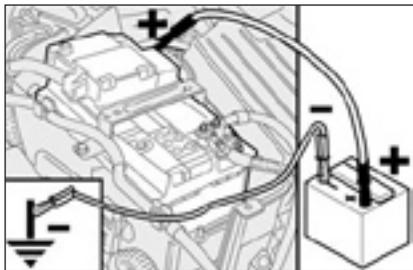

рис. 1
**Необходимо выполнить следующее Рис. 1:**